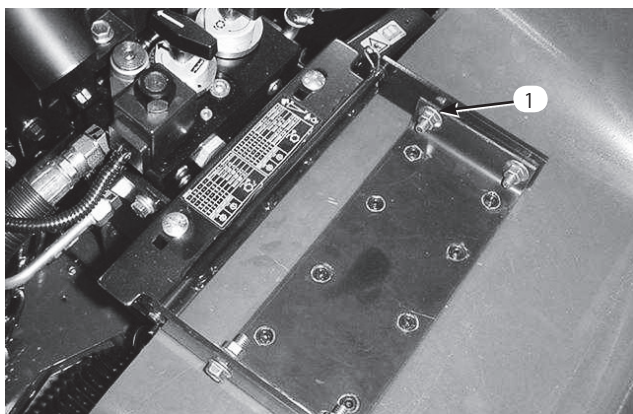

図44
2. フードのピボット部をブラケットに固定しているピンを抜き取る (図44)。